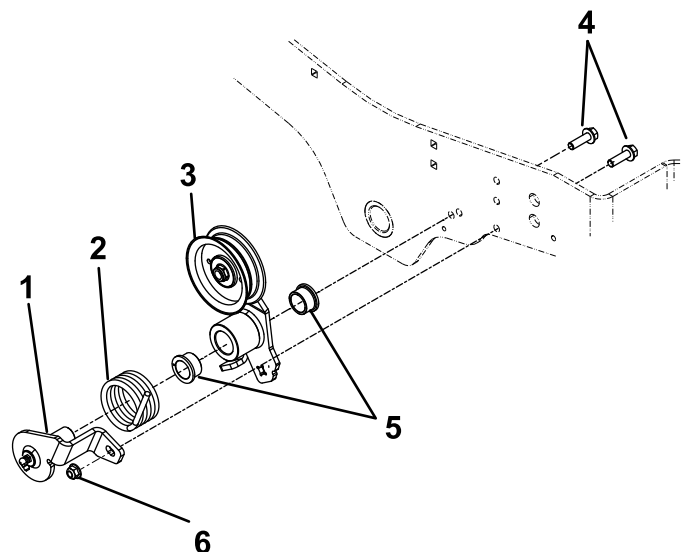

Рисунок 6
3. Установите опору натяжного шкива и рычаг натяжного шкива на раму машины с помощью 2 болтов ($\frac{3}{8} \times 1\frac{1}{4}$ дюйма), 2 втулок, пружины и нейлоновой контргайки ($\frac{3}{8}$ дюйма); см. Рисунок 6.